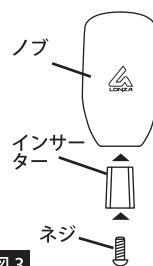

図 3
- 3** **2** で測った径と同じ径のインサーターを奥まで圧入し付属のネジで確実に締め込んで取り付けます。（図3参照）